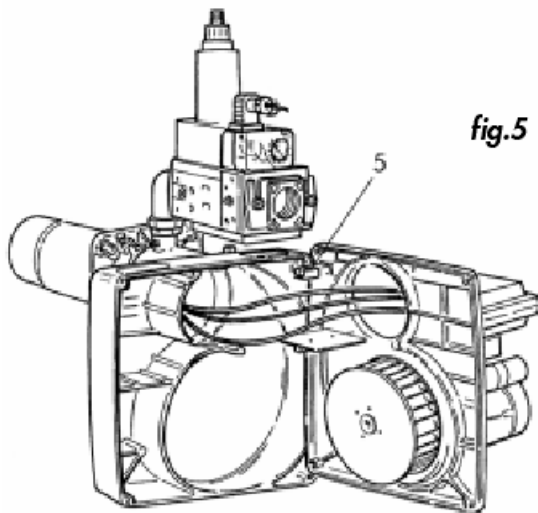

fig.5
- Установите пластину держателя узлов в рабочее положение **5** (рис. 5 – 5A).